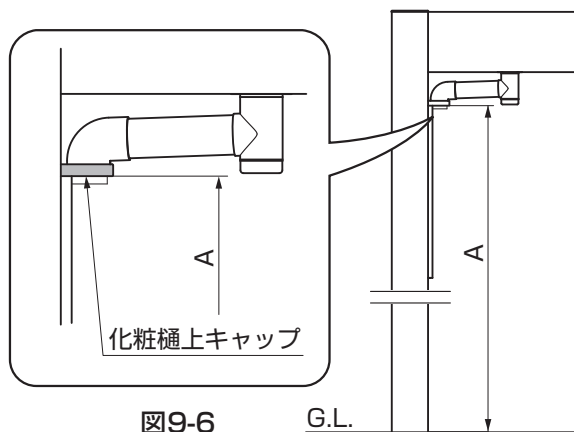

図9-6
- ① G.L.から化粧樋上キャップ下面までを実測してください。（図9-6参照）